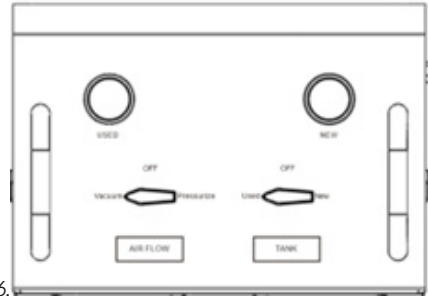

Fig 6.
3. En el panel gire la valvula izquierda "AIR FLOW" a posicion "Vacuum" y la valvula derecha "TANK" a posicion "Usado"(Fig. 6), abra la valvula en la manguera de fluido usado (transparente) (Fig. 7), y luego abra la valvula de aire taller y se creara un vacio hasta -20inHg tanto en el tanque usado como en el vehiculo, y el anticongelante comenzara a fluir desde el vehiculo hacia el tanque usado del equipo, y las mangueras del vehiculo se colapsaran;